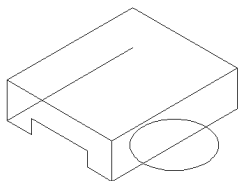

图 11-10 绘制圆
- 07 单击【绘图】工具栏中的按钮激活【椭圆】命令，以下侧水平线的中点为圆心绘制半径为 18 的等轴测圆，结果如图 11-10 所示。